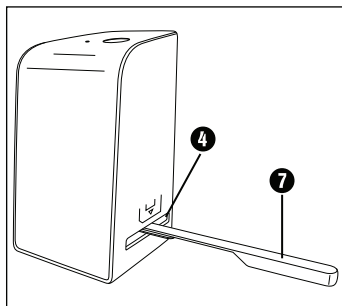

Figura 3
- ◆ Limpie la superficie de la retroiluminación en el interior del aparato con un cepillo de limpieza **7**. Para ello, deslice el cepillo de limpieza con la superficie de limpieza hacia abajo solo en la ranura derecha **4** (consulte la figura 3).